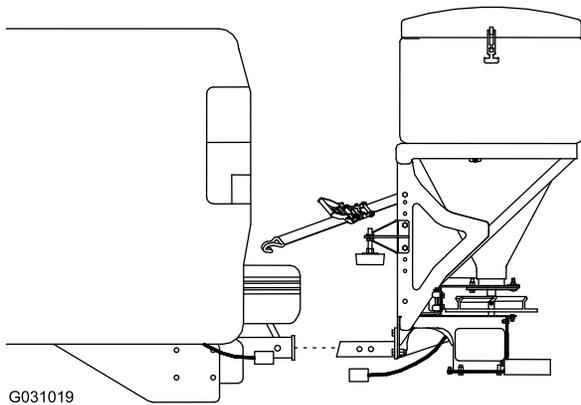

Bild 17
2. Verbinden Sie die Streuerkupplung mit der Fahrzeugkupplung und richten Sie die zweite Befestigungsöffnung an der Streuerkupplung an der Öffnung in der Fahrzeugkupplung aus (Bild 17).